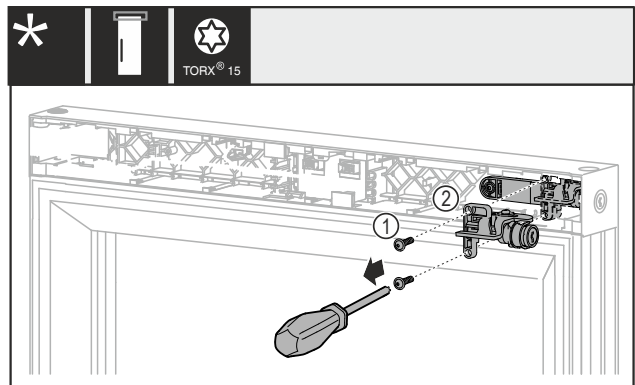

Fig. 20
- Rimuovere le viti Fig. 20 (1).
- Estrarre la serratura meccanica Fig. 20 (2).